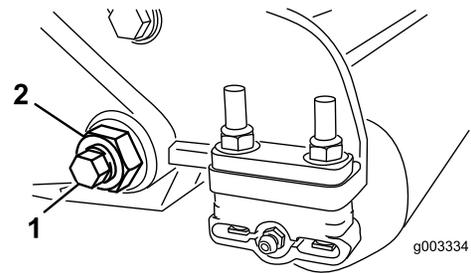
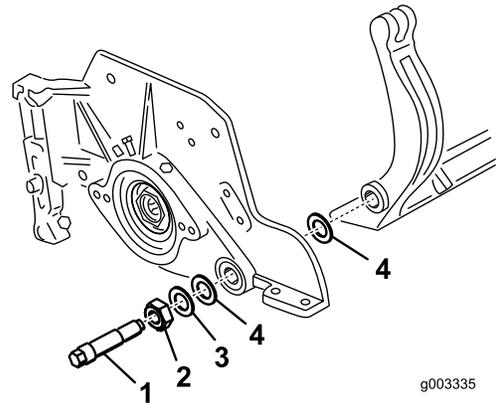

図 31
図 32
3. ベッドバーボルト 図 31 を固定しているロックナット機体両側をゆるめる。
4. 各ベッドバーボルトを抜いて、ベッドバーを下に引き抜いて外す 図 31。ベッドバーの両端にそれぞれナイロンワッシャ2枚とスチールワッシャが1枚ずつあるので注意する 図 32。
4. その外側からスチール製ワッシャを取り付ける 図 32。